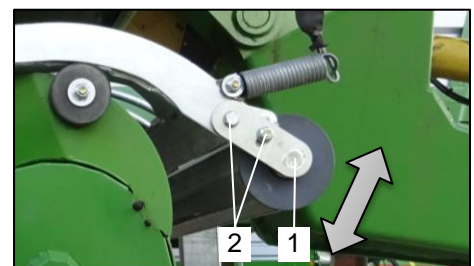

Bild 22: Neigungswinkel
Der Neigungswinkel der Schwadrolle (Bild 22 / Pos.1) kann angepasst werden. Hierbei muss wie folgt vorgegangen werden:
- Die Muttern (Bild 22 / Pos.2) auf beiden Seiten lösen.
- Die Schwadrolle (Bild 22 / Pos.1) im Langloch verstellen.
- Die Muttern (Bild 22 / Pos.2) auf beiden Seiten festziehen.